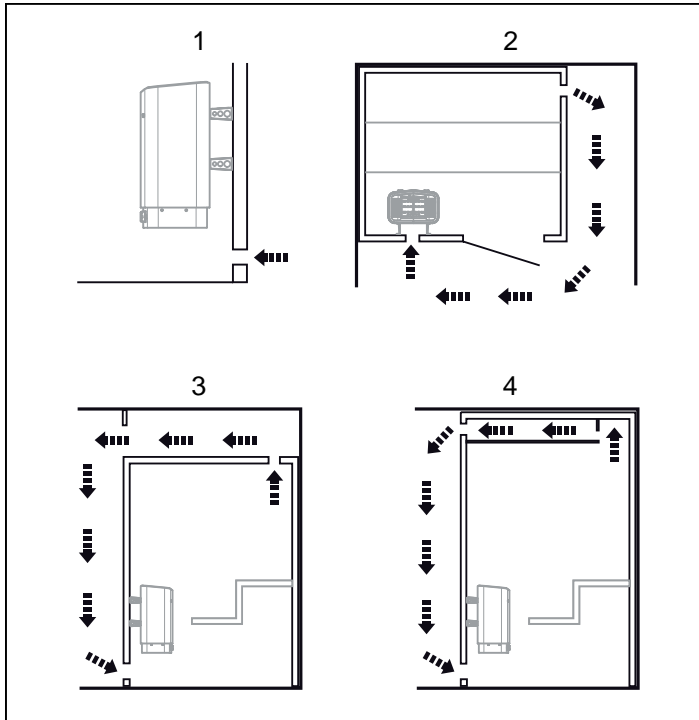

Рисунок 6: Установка впускного и выпускного клапана
- с максимальным расстоянием до впускного клапана, например, по диагонали (см. рис. 6);
- высоко на стене или на потолке (см. рис. 6);